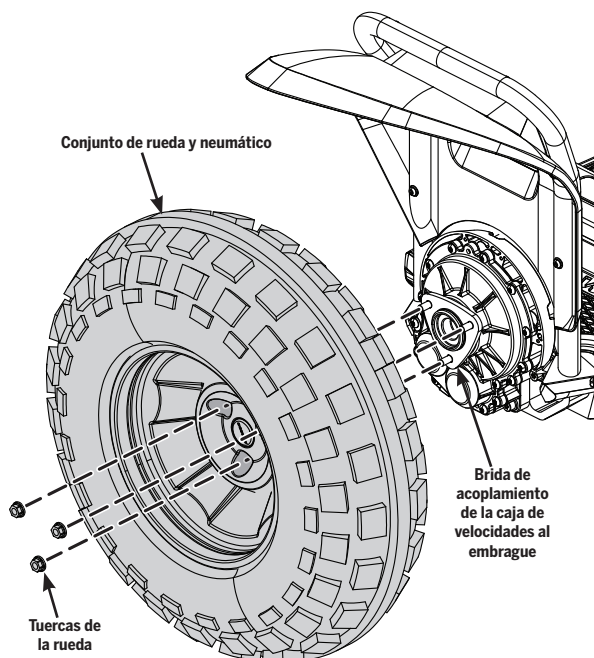

Figura 1: Conjunto de rueda y neumático x2 (versión 2)
3. Retire las tres tuercas de la rueda con una llave de vaso de 13 mm y apártelas. Consulte la Figura 1.
3. Coloque el conjunto de rueda y neumático en la brida de acoplamiento de la caja de velocidades al embrague. Consulte la Figura 1.